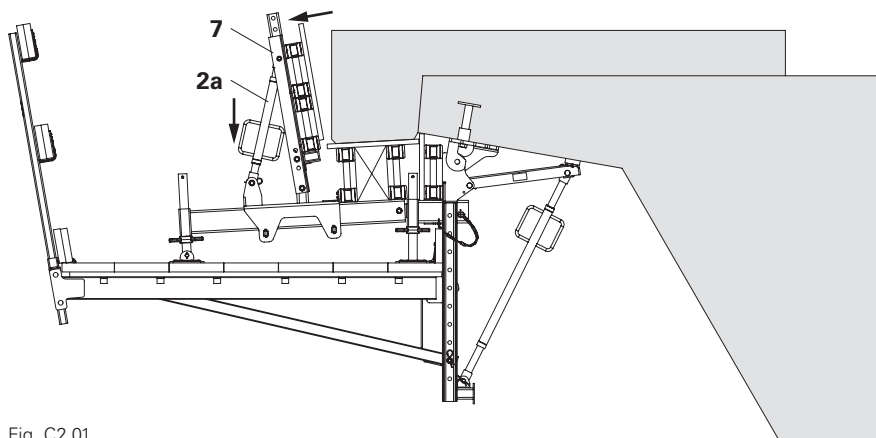

Fig. C2.01
1. Con il braccio orientabile AV 82 (2a) ruotare indietro il montante cassaforma VGK 70 (7) finché il fianco della cassaforma si distacca dal cordolo.
2. Rimuovere la cassaforma laterale. (Fig. C2.01)